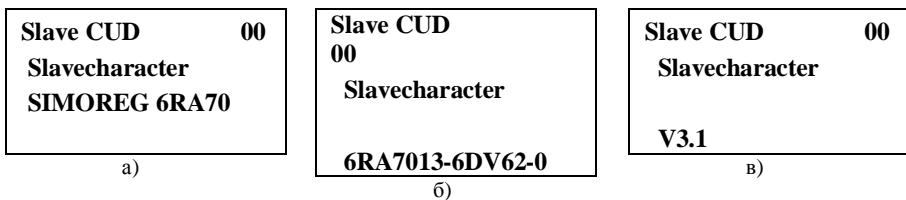

Рис.19. Пример определения ведомого
■ Пункт «*Определение ведомого*» активируется кнопкой <P>, после чего на дисплее отображается следующая информация (рис.19): Slave CUD(ControlUnit/DirectCurrent) – ведомый (плата управления преобразователем постоянного тока) и номер ведомого в верхнем правом углу дисплея (00 в нашем примере); тип преобразователя SIMOREG 6RA70 (рис.19,а), при нажатии кнопки ▼ отображаются код заказного номера преобразователя (рис.19,б), версия программного обеспечения (рис.19,в), и т.д.